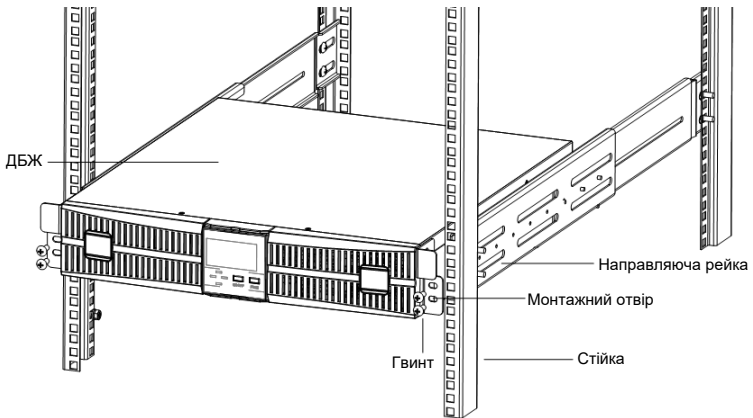

Рис.4-8 Встановлення ДБЖ
2. Помістіть ДБЖ на направляючу рейку в стійці та повністю вставте його в стійку вздовж направляючої (заборонено переміщувати ДБЖ через кронштейни). Закріпіть ДБЖ в стійці за допомогою гвинтів через монтажний отвір на кронштейні, як показано на рис. 4-8.